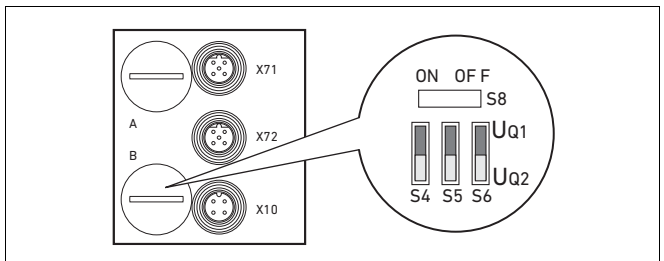

Abb. 9: Schalter S4, S5, S6 für die Zuordnung der Ventilversorgungsspannungen ( $U_{Q1}$ ,  $U_{Q2}$ )
Die Schalter S4-S6 für die Zuordnung der Ventilversorgung befinden sich unter der PG-Schraubkappe **B** (siehe Abbildung 9). Jedem Schalter sind zugeordnet:
1. Öffnen Sie die untere Schraubkappe **B** (siehe Abbildung 9 auf Seite 36).
2. Ordnen Sie mit Hilfe der Schalter S4, S5 und S6 jeder Ventilgruppe eine der beiden Versorgungsspannungen  $U_{Q1}$  oder  $U_{Q2}$  zu (siehe Tabelle 14 und Abbildung 9 auf Seite 36).